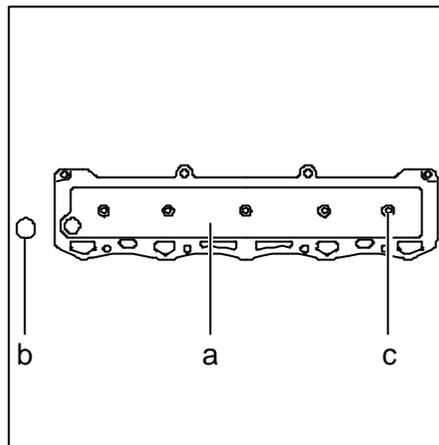

Fig. 3
- À la première tôle (Rep. **a** Fig. 3),
- À le joint (Rep. **b**, Fig. 3),
- À les vis de fixation (Rep. **c**, Fig. 3).